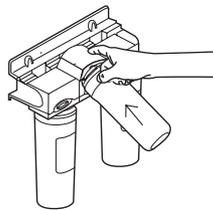

Figura 20.
4. Inserta el nuevo Cartucho en el cabezal correspondiente. Una vez que el Cartucho esté dentro de su cabezal, suelta el botón para que el cartucho quede asegurado. (Ver Figura 20).